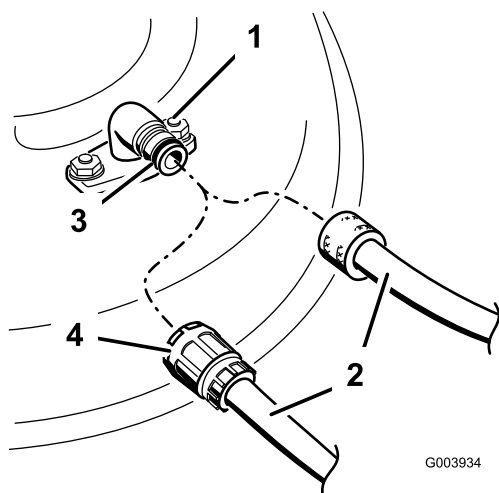

Figura 26
4. Conecte una manguera al conector de lavado, y abra el grifo al máximo (Figura 26).